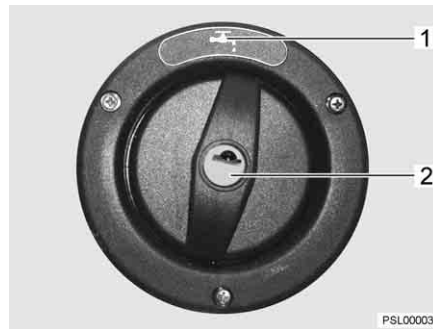

Bild 181 Påfyllningsöppning för dricksvatten
Påfyllningsöppningen för dricksvatten är märkt med symbolen "☺" (Bild 181,1). Locket låses och låses upp med nyckeln till de utvändiga låsen (utvändiga luckorna).
- Stick in nyckeln i låscylindern (Bild 181,2) och vrid ett kvarts varv moturs.
- Öppna påfyllningsöppningen för dricksvatten (Bild 181) (se kapitel 6).